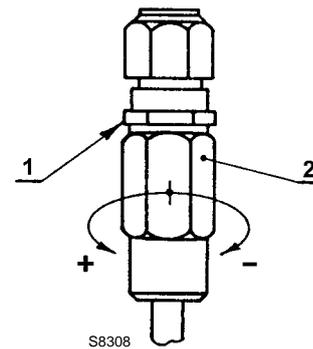

Fig. 16
- loose the ring nut 1)(Fig. 16),